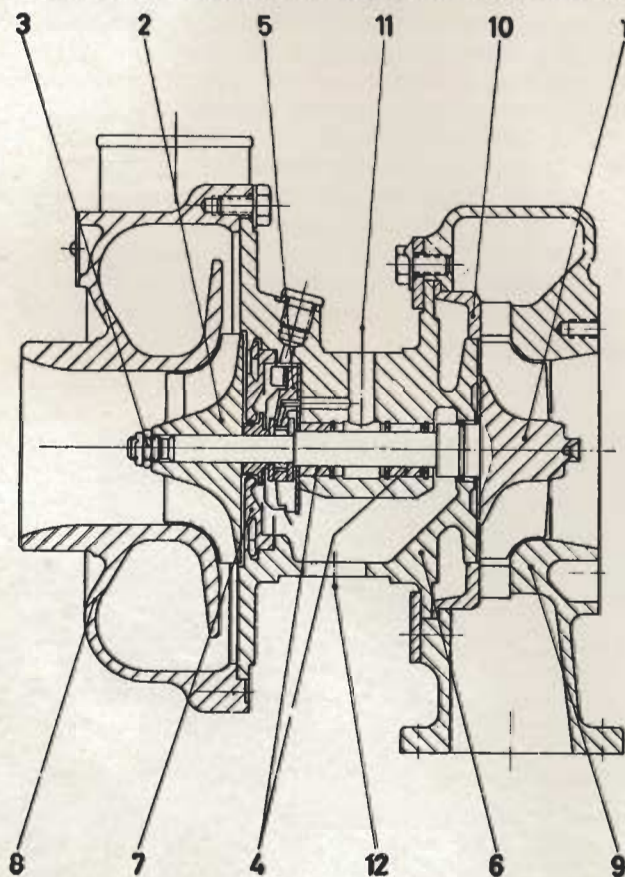

Fig. 3.6. - Sección del turbocompresor "KKK"
3.8 TURBOCOMPRESOR "KKK" (fig. 3.6)